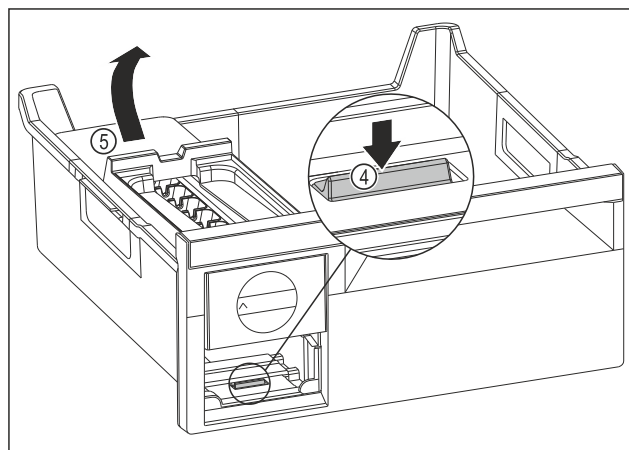

Fig. 117
- ▶ Vyjmutí korpusu EasyTwist-Ice: Lamelu Fig. 117 (4) zatlačte prstem směrem dolů a zároveň nadzvedněte druhou rukou korpus EasyTwist-Ice Fig. 117 (5) zezadu.